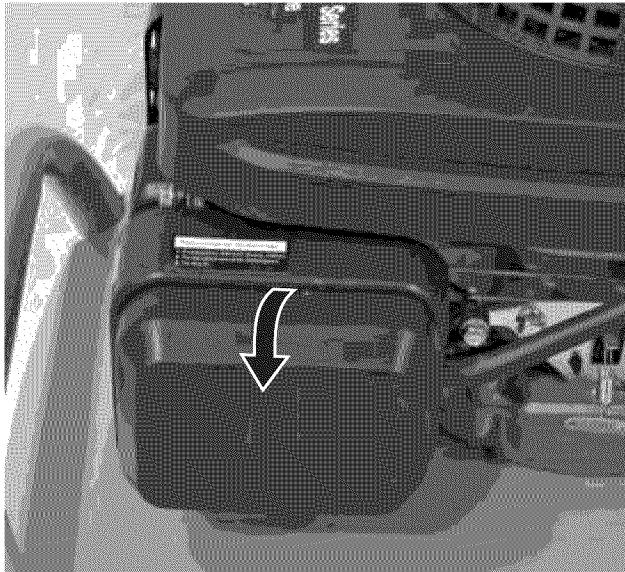

Figura 56 – Procedimiento para retirar la cubierta del filtro de aire
3. Oprima la cubierta del filtro de aire para desenganchar la cubierta de la lengüeta superior (*Ver Figura 56*).